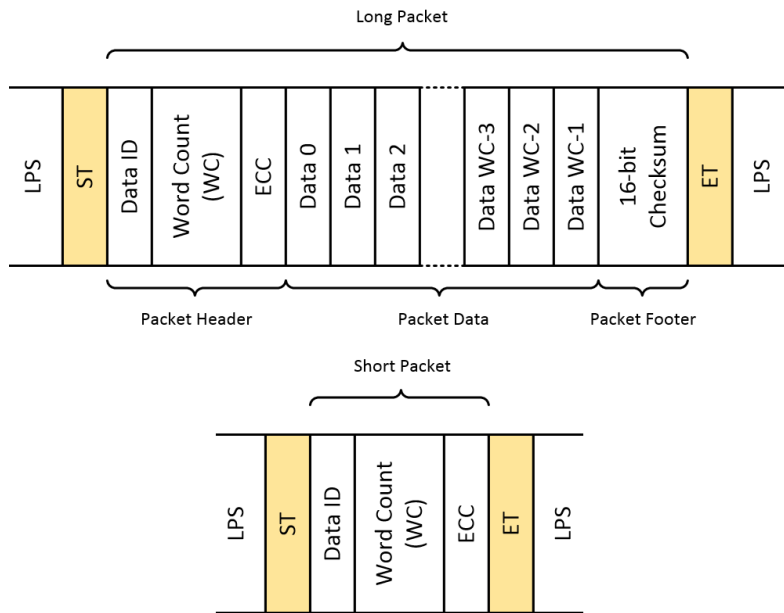
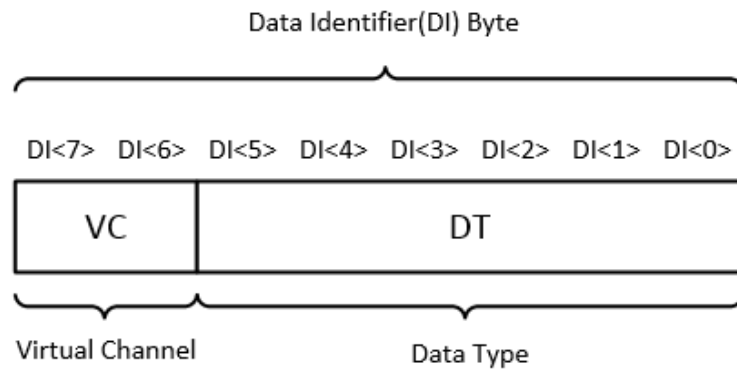

图 1-11 MIPI 长/短数据包结构示意图
图 1-12 MIPI 数据包 DI 结构
图 1-11 展示了 MIPI 长、短数据包结构示意图。其中数据标识 DI(Data Identifier)用来区分不同的数据包类型。图 1-12 中，DI 包括两部分，分别是虚拟通道 (VC) 和数据类型 (DT)。默认情况下，Sensor 给出的 MIPI 数据 VC 值都是 0，而 DT 值如表 1-8 MIPI 数据类型所示。